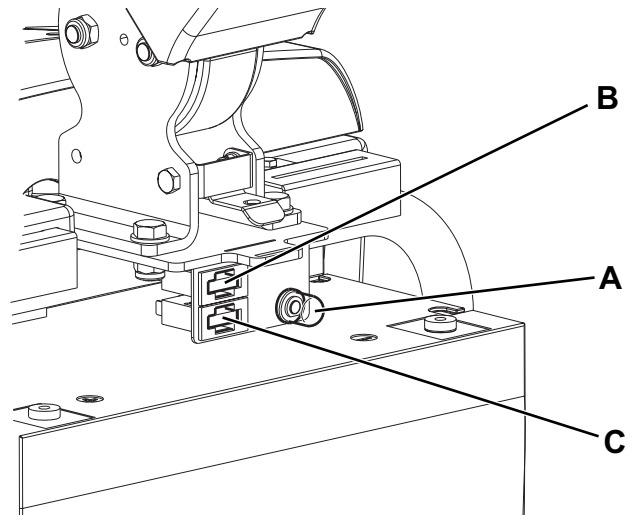

Abbildung 7
- Wählschalter (32) auf 0 stellen und Batterie trennen (7).
- Abdeckung (4) öffnen und überprüfen, ob folgende Sicherungen möglicherweise ausgeschaltet oder defekt sind:
- (A, Abb. 7): Selbstrückstellende Sicherung F1 (30 A), Bürstenmotor.
- (B): Messersicherung F3 (5 A), Hilfsbetriebe.
- (C): Messersicherung F2 (30 A), Ansaugmotor.